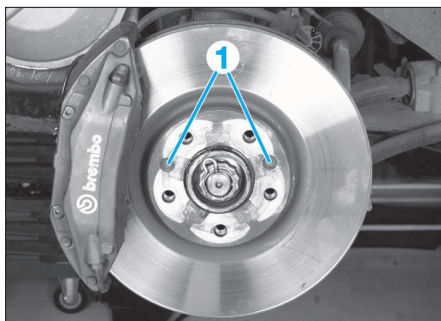

FIG. 7
- Déposer les vis (1) de fixation des disques de frein (Fig.7).